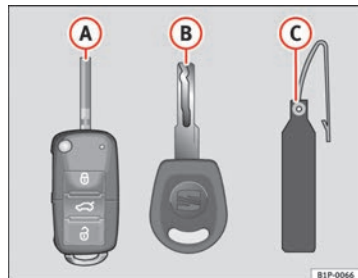

Fig. 62 Juego de llaves
- una llave con mando a distancia ⇒ **fig. 62 A** con espadín desplegable,